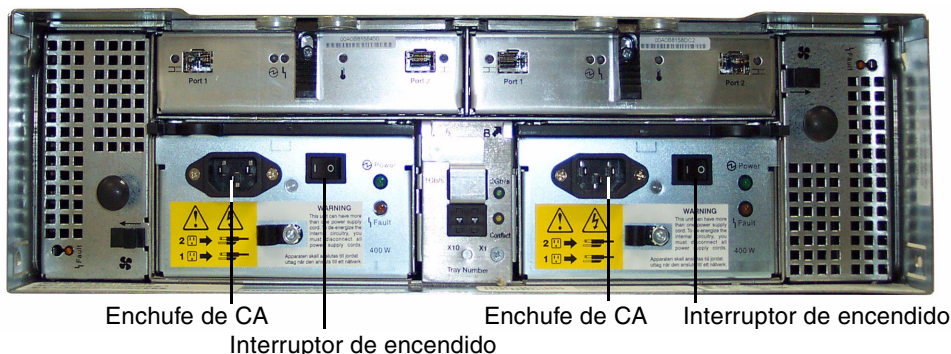

FIGURA 2-21 Panel trasero del armario de expansión
2. Asegúrese de que los interruptores de encendido se encuentran en la posición Off y a continuación, conecte los dos cables de alimentación de CA a la parte trasera de cada armario de expansión (consulte FIGURA 2-21).